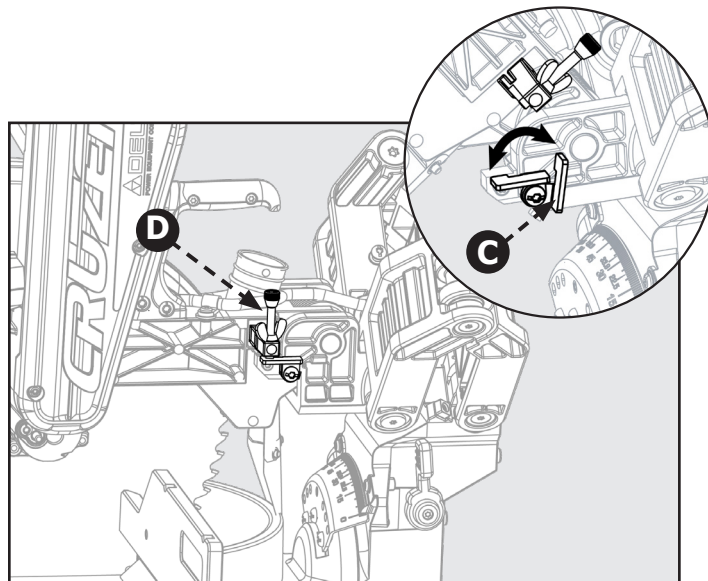

Figura 33
Consulte la Figura 33 y siga estas instrucciones para establecer el tope de profundidad en la profundidad de corte específica: gire el soporte del tope (C) hacia la izquierda hasta la posición hacia abajo. Ahora puede ajustar la profundidad del corte girando el tornillo de ajuste de profundidad (D).
Consulte la Figura 33 y siga estas instrucciones para realizar un corte pasante: gire el soporte del tope (C) hacia la derecha hasta la posición hacia arriba.